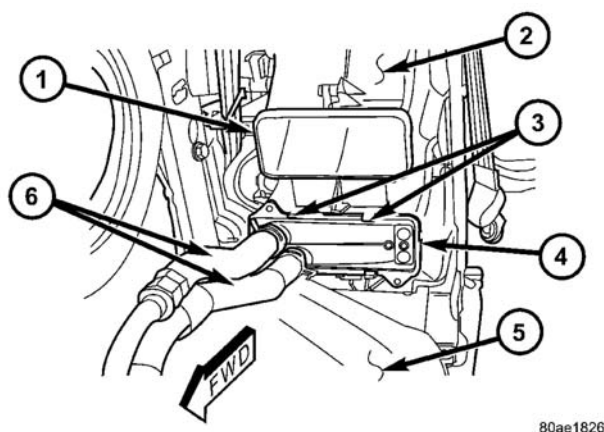

图5 加热器芯
（8）塞住或用胶带封住敞口的加热器芯接头和两个暖风软管（图5）。
- （2）用手牢牢地和均匀地按压加热器芯端板，直至将加热器芯紧固在后暖风和空调装置壳体中的四个门锁凸片完全结合（图5）。